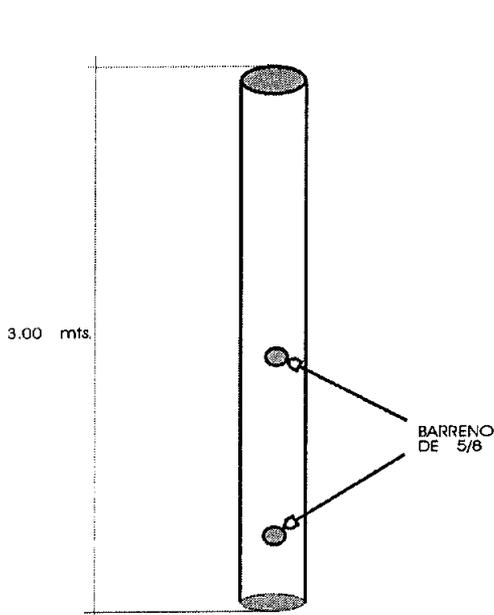

FIG. 1
5. Sustituya por varillas sinfín, sí el mástil está sujeto con abrazaderas tipo omega. (Ver. Figs 1 y 2)